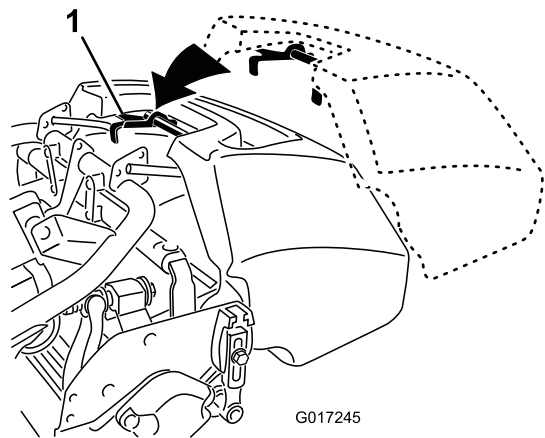

Bild 17
1. Fassen Sie den Fangkorb am Griff an (Bild 17).
2. Schieben Sie die Fangkorblippe zwischen den Seitenplatten des Mähwerks und über die Frontrolle ein (Bild 17).
3. Befestigen Sie die Fangkorbhaken über der Rahmenschleife (Bild 17).